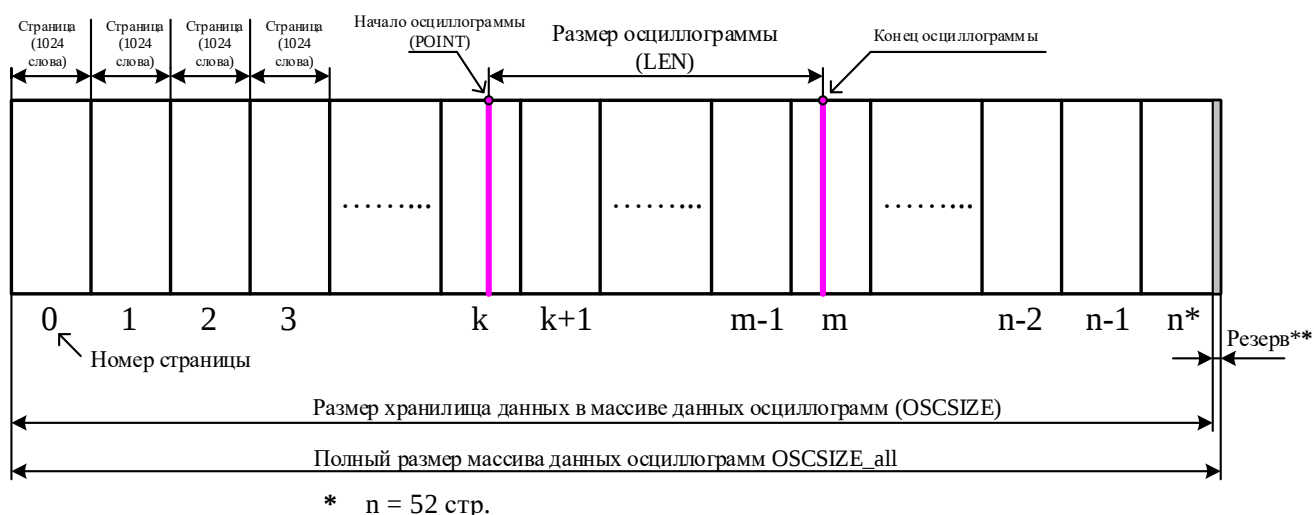

Рисунок 6.6
- определить адрес начала и окончания осциллограммы в массиве данных осциллограмм (рисунок 6.6);